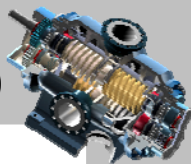
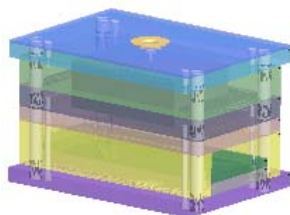

图 31.55 “元件状态”对话框
图 31.56 添加标准元件
Step2. 定义元件选项。在图 31.55 所示的对话框中单击“全选”按钮 **全选**；单击 **确定** 按钮，完成后的结果如图 31.56 所示。